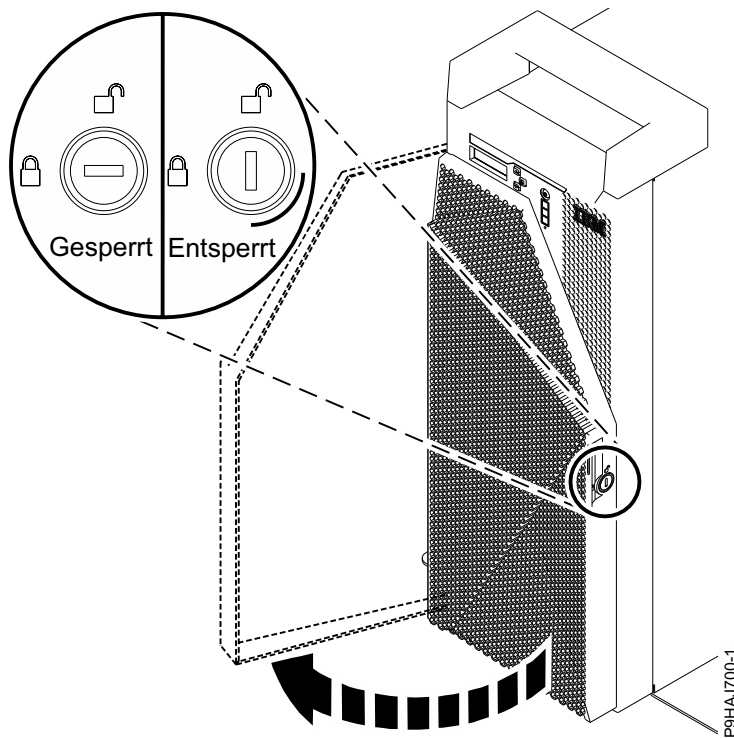

Abbildung 9. Vordere Klappe entsperren
1. Stecken Sie den Schlüssel der vorderen Klappe in das Schloss (siehe Abb. 9 auf Seite 27). Drehen Sie den Schlüssel nach links (gegen den Uhrzeigersinn), um die Klappe zu entsperren. Horizontal bedeutet, dass die Klappe gesperrt ist; vertikal, dass sie entsperrt ist. Öffnen Sie die vordere Klappe.